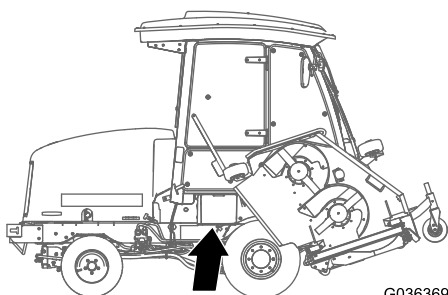

Figura 64
1. Abra la tapa de la batería, situada en el lado de la cubierta (Figura 64).
Nota: Presione hacia abajo sobre la superficie plana situada encima de la tapa de la batería para facilitar la apertura de la tapa (Figura 64).